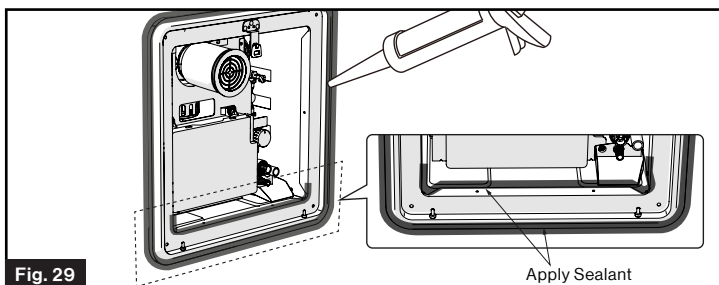

Fig. 29
- Appliquez une quantité généreuse de mastic d'étanchéité sur le périmètre du cadre de la porte et sur la partie inférieure intérieure de la bride, le long du bord et dans les coins, afin de combler tout écart avec la paroi du véhicule récréatif. (Fig. 29) Essayez tout excès de mastic.